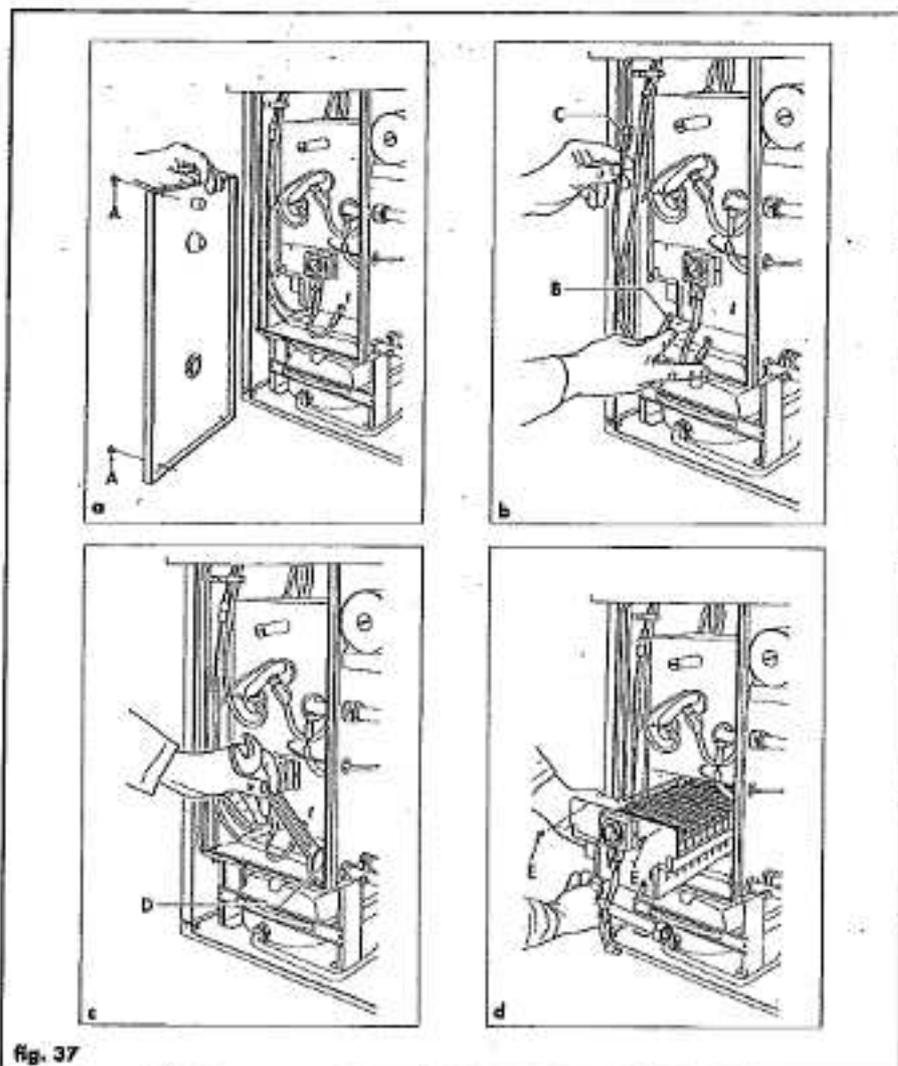

fig. 37
18.5.3 Smontaggio del bruciatore (fig. 37)
- a) Togliere il pannello anteriore della camera stagna svitando le 4 viti (A);
- b) scollegare i cavi agli elettrodi di accensione (B) e la connessione dell'elettrodo di rivelazione (C);
- c) svitare il dado (D) che fissa il collettore alla camera stagna;
- d) svitare le 2 viti (E) e sfilare il cassetto.